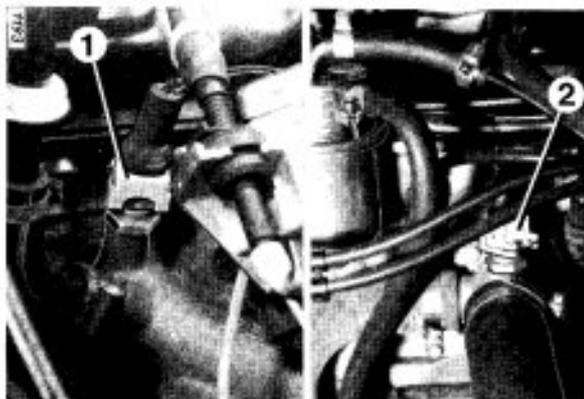

Bild 28
11. TEMPERATURFÜHLER (Bild 28)
- Widerstand direkt an den Kontakten des Temperaturfühlers (1) für Saugrohr und (2) für Kühlmittel, nach abgezogenem Stecker messen.